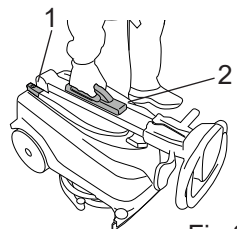

Fig.6
- Släck maskinen med huvudströmbrytaren (bild 6-ref.1).
- Lyft maskinen med greppet på skaftet (bild 6-ref.2).